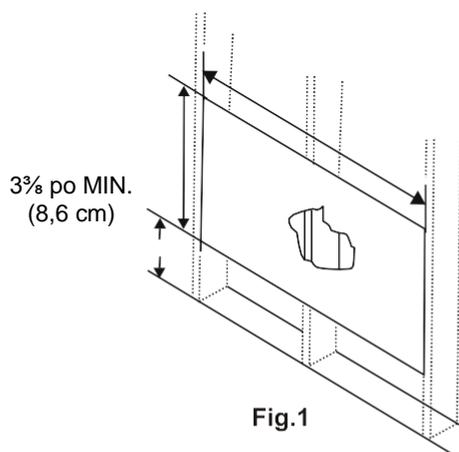

Fig. 1
- Abaissez la grille avant et retirez le filtre. (Consultez la figure 1)
3. Prenez la mesure entre les rebords internes des autres montants tel qu'illustré à la figure 1.
Mesurez avec soin et découpez une ouverture aux dimensions suivantes, en fonction de votre modèle. Consultez les figures 1 et 2.